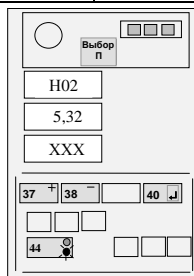

Рисунок 13
4.5.5.3 Изменяя положение датчика угла наклона стрелы, добиться отображения на среднем ИЖЦ значения вылета, указанного в правом столбце таблицы 3 (см. рисунок 13) для установленного значения вылета по рулетке.